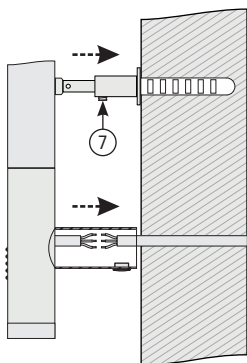

Рис.4
- 4.2.4. Произвести «черновой» монтаж полотенцесушителя, используя стопорные винты (рис. 4 «7»).